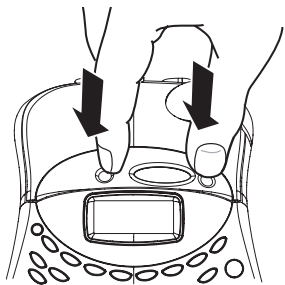

Figure 3
1. Appuyez sur le couvercle de la cassette ruban puis relâchez-le pour ouvrir le compartiment ruban. Voir Figure 3.